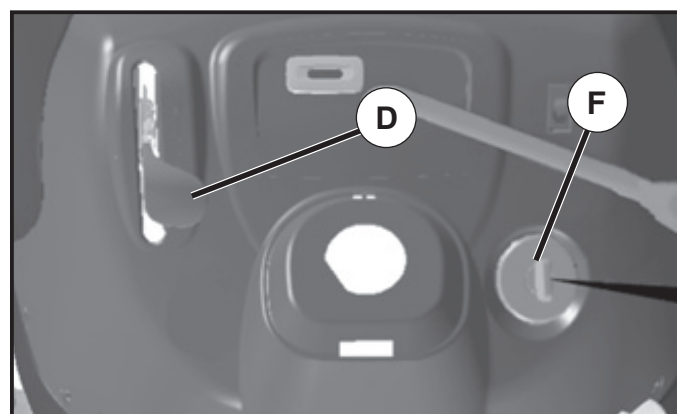

Fig. 6
- Placez la commande des gaz en position (D) intermédiaire (entre rapide et lent).
- Tournez la clé de contact à la position coupée (F) STOP et enlevez-la. Enlevez toujours la clé de contact quand vous quittez le tracteur pour empêcher l'emploi non autorisée.
### POUR UTILISER LA COMMANDE DES GAZ (D) (Voir la Fig. 6)